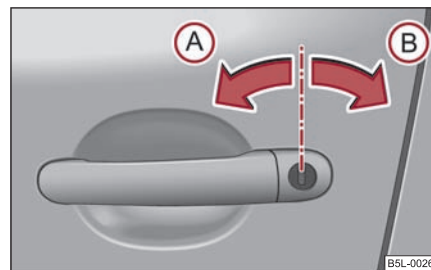

Fig. 41 Rotirea cheii pentru descuiere și încuiere
- Rotiți cheia în butucul ușii conducătorului în poziție de deschidere (A) ⇒ fig. 41.
- Rotiți cheia în încuietorea ușii conducătorului auto în poziție de încuiere (B) ⇒ pagina 45, fig. 41.